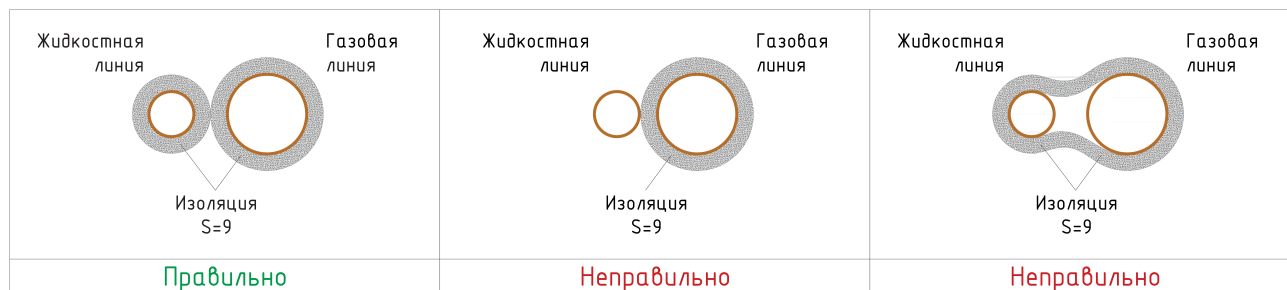

Рисунок 6.9 – Теплоизоляция фреоновода
Для изоляции труб необходимо выбирать изолирующий материал толщиной не менее 9мм., каждая труба и/или элемент трассы фреоноводов изолируется отдельно (см. рисунок 6.9)
4. Подавайте азот с обратной заблокированной части стороны трубы (см. рисунок 6.9) и по мере увеличения давления, когда руками уже невозможно удерживать материал, при помощи которого заблокировано отверстие трубы, резко откройте отверстие (первый этап продувки). Повторяйте шаги 1 и 2, чтобы выдуть грязь (несколько раз).